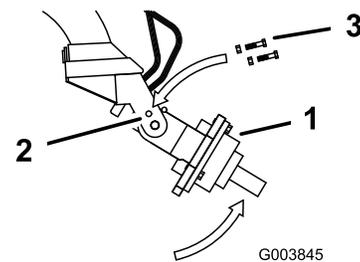

Bild 1
2. Drehen Sie den Antriebskopf des Erdbohrers von Hand nach oben, bis Sie zwei Schrauben einsetzen können, um den Antriebskopf zu sichern. Sichern Sie jede Schraube mit einer Mutter (Bild 1).